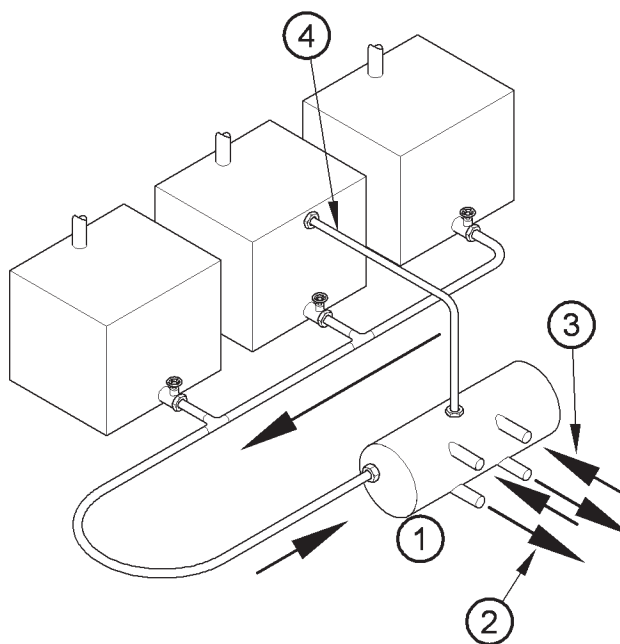

Figura 3
In alcuni casi è necessario avere diversi serbatoi di alimentazione al fine di ottenere il range operativo richiesto. In simili casi, ove possibile, un serbatoio potrebbe fungere da serbatoio principale per ciascun motore e gli altri serbatoi potrebbero essere posizionati in modo da lasciar defluire il combustibile nel serbatoio principale per gravità. Se non è possibile un impianto a gravità, dovrebbe essere utilizzato l'impianto illustrato nella figura 3.
La figura 3 mostra un serbatoio di raccolta (1), alimentato da tutti i serbatoi di accumulo e collegato alle tubazioni di mandata (2) e ritorno del motore (3), ma con un tubo di sfiato (4) presente su qualsiasi serbatoio che lo richieda.